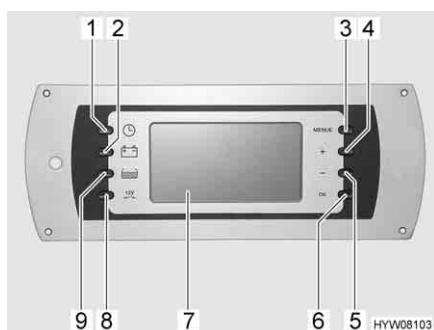
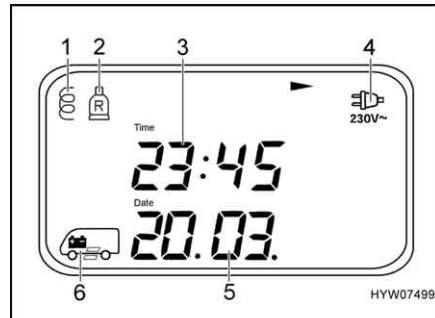
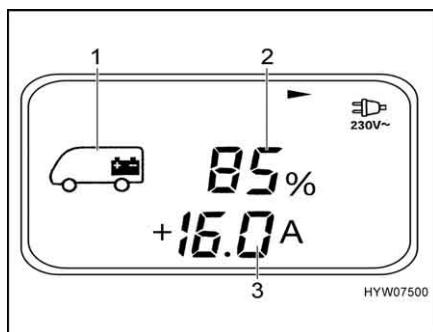

Fig. 132 Pannello di controllo (DT 202)
Fig. 134 Menu base (pagina di menu 1)
Fig. 135 Menu Batteria (batteria dell'abitacolo)
L'interruttore principale a 12 V (Fig. 132,8) inserisce o disinserisce il pannello di controllo e l'alimentazione a 12 V dell'abitacolo.
Accensione: ■ Premere il tasto (Fig. 132,8): L'alimentazione a 12 V dell'abitacolo è inserita. Il display LCD (Fig. 132,7) mostra il menu base e si illumina per 20 secondi. In caso di allarme appare inoltre il rispettivo indicatore.
Spegnimento: ■ Premere il tasto (Fig. 132,8): L'alimentazione a 12 V dell'abitacolo è disinserita. Per conferma, viene indicato "12V OFF" per 3 secondi. Successivamente il display LCD si spegne.
Il menu base (Fig. 134) appare sempre dopo l'accensione con l'interruttore principale a 12 V (Fig. 132,8).
- Premere il tasto (Fig. 132,1): Appare il menu base.
- Controllo rete (Fig. 134,4): Il simbolo appare quando si allaccia il veicolo all'alimentazione a 230 V
- Data (Fig. 134,5)
- Ora (Fig. 134,3)
- Scalino (Fig. 134,6): Il simbolo appare quando lo scalino è stato estratto
- Indicatore simbolo dell'accessorio opzionale "Impianto di commutazione per due bombole del gas" (Fig. 134,1 e 2): Il simbolo della bombola del gas appare quando una delle due bombole è vuota.
- Premere il tasto (Fig. 132,2): Appare il menu Batteria (Fig. 135).
- Capacità della batteria (%) o Ah (Fig. 135,2), corrente di carica (+A) (Fig. 135,3) e corrente di scarica (-A) della batteria dell'abitacolo (Fig. 135,1). Come cambiare dall'indicatore % a quello Ah: Premere il tasto "OK" (Fig. 132,6).
- Tensione (V) della batteria dell'abitacolo e della batteria di avviamento (pagina di menu 2)
- Premere il tasto (Fig. 132,9): Appare il menu Serbatoio (Fig. 136).